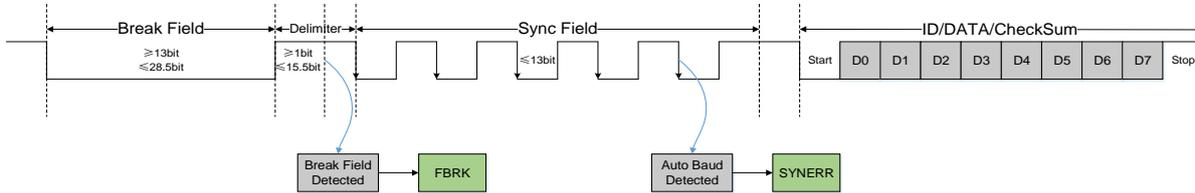

图 7-5 LIN 帧流程
如图 7-5 所示，UART LIN 只是一个软件 LIN，具有传输同步间隔段（break field），同步段（synchronous field）和数据。用户可以在最新的 LIN 协议中了解更多细节。图 7-5 仅描述了一个基
UART-LIN 帧流程如图 7-5 所示，接收过程参考如下步骤：
2. 在同步间隔段之后，同步段即 `0x55` 当做正常的的数据接收。如果 `LABAUDEN` 配置为 1，则在同步段期间自动波特率检测开始运行，并且自动波特率检测操作在图 7-5 所示的第五个下降沿之后完成。但数据 `0x55` 不会存储到 RX 数据寄存器或 FIFO 中。若 `LABAUDEN` 配置为 0，则不执行自动波特率检测，数据 `0x55` 存储在 RX 数据寄存器或 FIFO 中。波特率同步功能支持 $-50\% \sim +100\%$ 的主机波特率偏差，否则可能会出现同步段错误 `SYNERR`。
为避免在发生异常情况时模块暂停，引入超时机制，如图 7-5 所示：